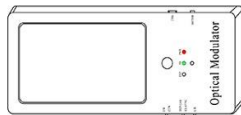
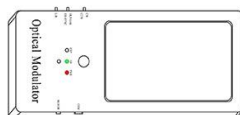

图1
图2
1. CW/CCW是拨动开关,它是确定主机3D位置(水平)相对方向.在有字的一面面向您,同时3D指示灯亮(3D状态)起时,当开关拨向CCW时,LCD转向您的左手边(图1);当开关拨向CW时,LCD会转向您的右手边(图2).